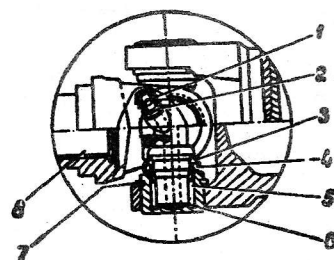

Рис. 126. Карданный шарнир:
Крестовины карданных шарниров (рис. 126) установлены на игольчатых подшипниках. Каждый подшипник имеет по 29 игл диаметром 2 мм. До сборки иглы удер-
7. Ввести фланец с крестовиной в проушину вилки, приваренной к трубе так, чтобы масленки стали в одной плоскости и были расположены согласно рис. 126.